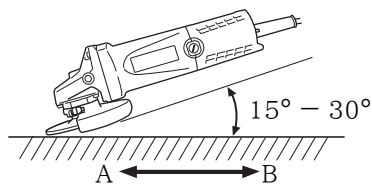

图 1
2. 研磨时不要利用角向磨光机的整个表面，如图 1 所示使砂轮倾斜 $15 \sim 30^\circ$ ，只利用它的周边表面。